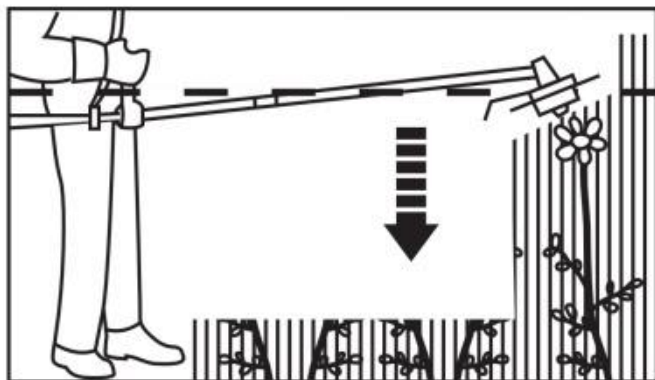

Fig. 43
4. Håll aldrig skärhuvudet högre än höften (bild 43); ju högre du håller skärhuvudet desto större är risken för att föremål kastas ut.